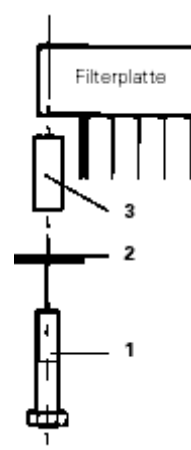

Fig. 9
3. Soltar el tornillo de fijación (1, fig. 9) de la primera placa de filtro hasta aliviar la presión de la junta.
4. Soltar la segunda parte de la placa de filtro, sacar el tornillo (1, fig. 9), la arandela (2, fig. 9) y el casquillo distanciador (3, fig. 9).
1. Cubrir la punta roscada del tornillo (1, fig. 9) con material de sellado. No utilizar tornillos de fijación con el recubrimiento de la rosca desgastado.
2. Colocar la arandela (2, fig. 9) y el casquillo distanciador (3, fig. 9) sobre la caña del tornillo.